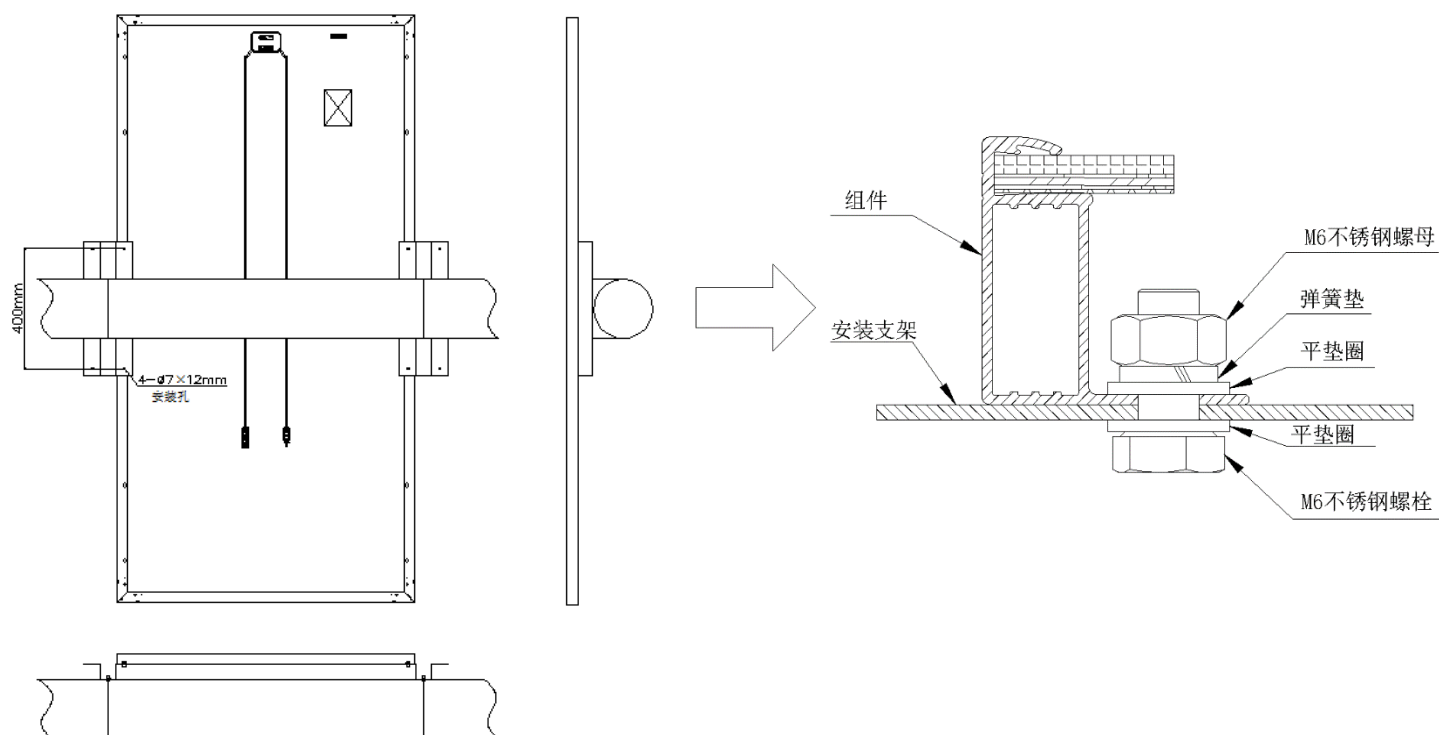

图 7
2. 组件长边框上有 4- $\phi 7 \times 12\text{mm}$ 的安装孔，具体位置如图 7 所示。
3. 使用 M6 螺栓、两个平垫圈、一个弹簧垫圈和螺母在每个固定位置如图 7 所示固定组件，扭矩：9~12 N.m。